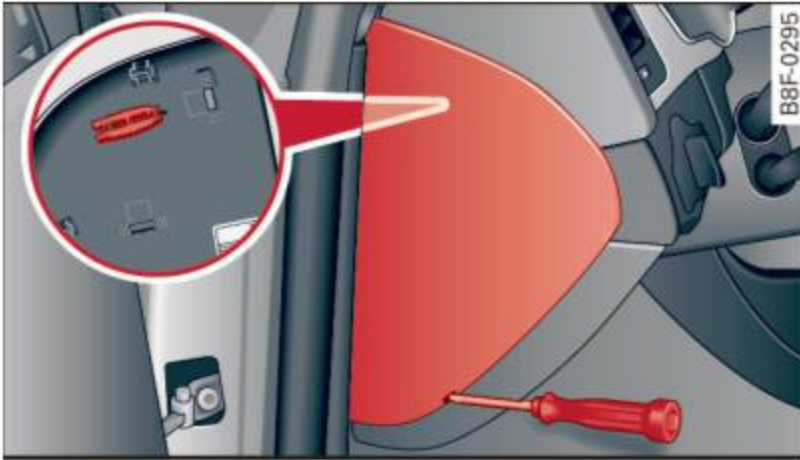

Fig. 199 L'habitacle gauche : couvercle de panneau de fusible
- ▶ Déposez le couvercle correspondant ⇒ *fig. 199* ou ⇒ *page 214, fig. 172*.
- ▶ Déposez la pince de l'arrière du couvercle de fusible ⇒ *fig. 199*.